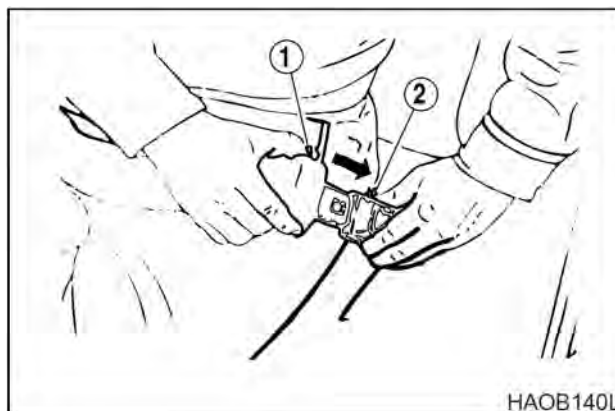

Рис. 99
Вставить конец ремня (1, рис. 99) в пряжку (2). Потянуть ремень, чтобы проверить фиксацию конца ремня в пряжке.